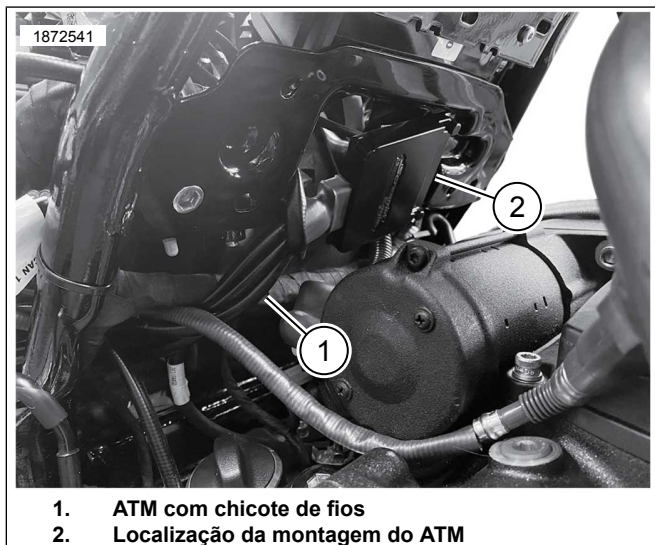

Figura 5. Localização da montagem do ATM
11. Consulte Figura 3 e Figura 5. Instale o ATM (1) na parede externa da área da bateria, atrás do cilindro traseiro com cabos apontando para o lado direito do veículo.
13. Veja Figura 5. Instale o ATM.
- Remova o forro do suporte adesivo da fita de bloqueio duplo e instale o ATM (1) no exterior da área do compartimento da bateria, atrás do cilindro traseiro.
- a. Consulte Figura 4 e Figura 5. Para eliminar o excesso de folga do chicote de fios, direcione o sensor de oxigênio traseiro para a área de cobertura lateral ao longo do mesmo encaminhamento que outros conectores.